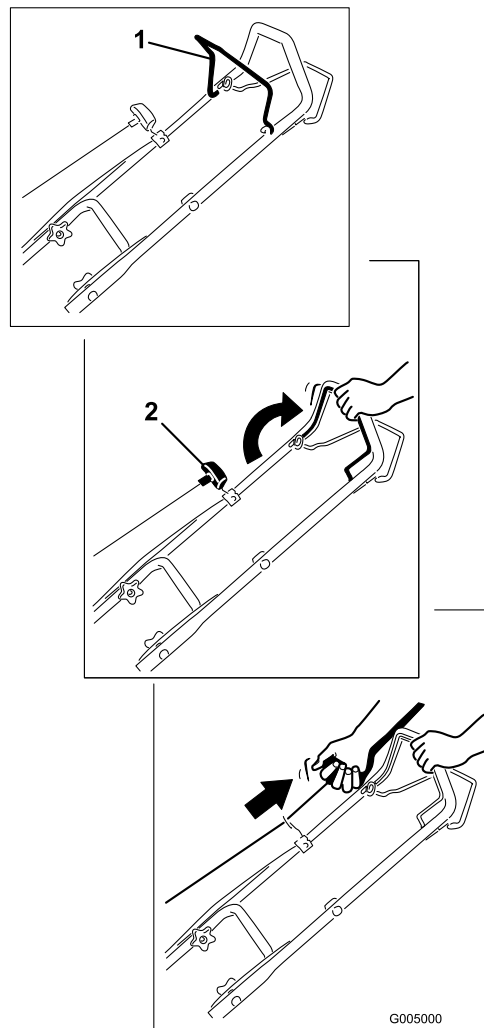

Figura 13
2. Sujete la barra de control de la cuchilla contra el manillar y tire del arrancador de retroceso (Figura 13).